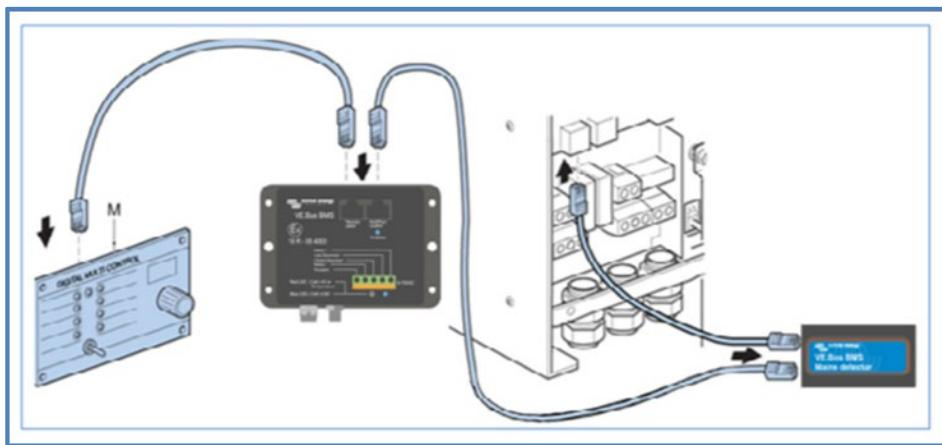

Figura 4: Conexiones VE.Bus
- Utilice el cable corto UTP RJ45 para conectar el AC Detector a una de las dos las tomas VE.Bus del MultiPlus o Quattro (ver figura 4).